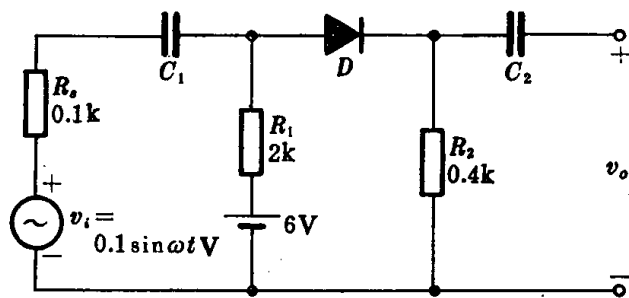

图 1. 31
1. 31 试求图 1. 31 所示电路的交流输出电压 v_o 。假设 D 为理想二极管, 电容 C_1 、 C_2 对交流的容抗可以忽略不计。